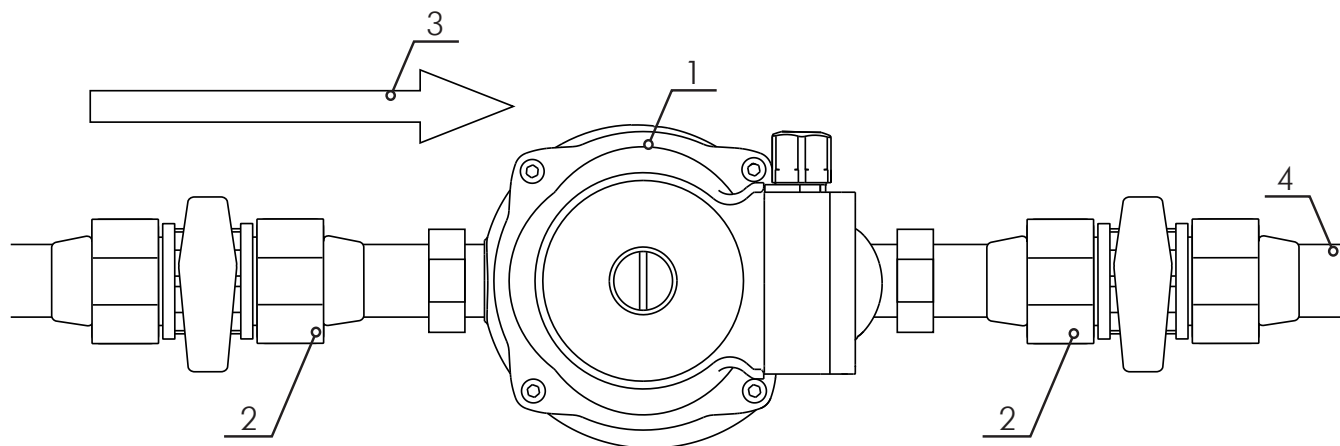

Рисунок 8
- При возможной замене это предотвратит слив воды из системы (рисунок 8).